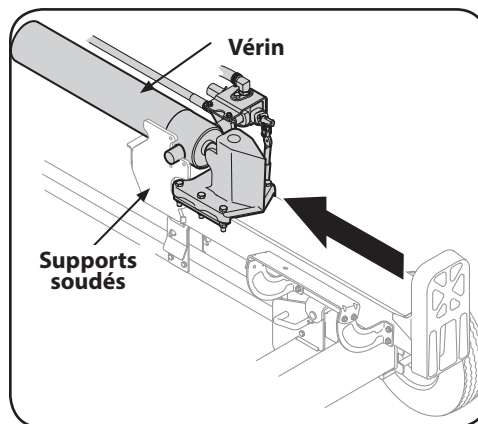

Figure 3-6
16. Soulevez le vérin et faites-le glisser jusqu'à l'extrémité de la poutre pour le placer sur les supports soudés. Voir Figure 3-6.